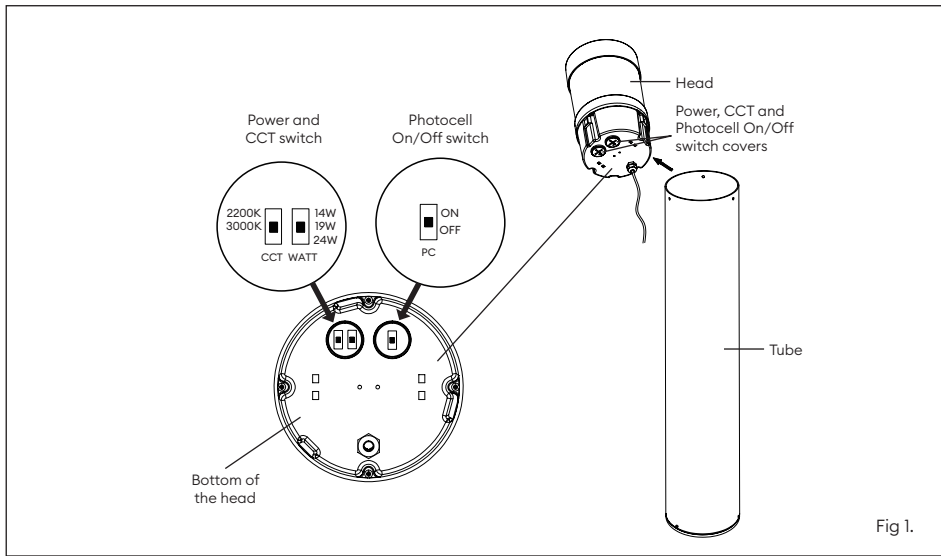

Fig 1.
6. Set required power and colour temperature, the switches are located at the bottom of the head (Fig 1). The default settings are 3000K 24W, photocell is set to On (photocell versions only).
7. Réglez la puissance et la température de couleur ; les commutateurs sont situés sur la partie inférieure de la tête (fig. 1). Les réglages par défaut sont 3000K 24W ; la cellule photoélectrique est sur ON (versions avec cellule photoélectrique uniquement).
6. Impostare la potenza e la temperatura di colore desiderate; gli interruttori si trovano nella parte inferiore della testa (Fig. 1). Le impostazioni predefinite sono 3000K 24W, la fotocellula è impostata su On (solo per le versioni con fotocellula).